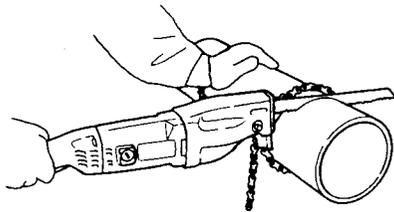

図 11
(5) 加工物に軽くのこ刃を当てた状態で、スイッチを入れ徐々に切込んでいきます。のこ刃に力をかけすぎると刃の寿命を早める原因となりますので、特に切り始めと切り終りには軽い力で切断してください。(図 11)